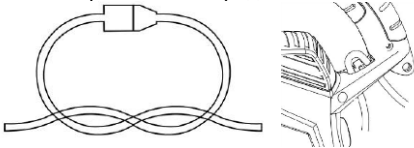

Рисунок 2.
- переконайтесь у відповідності мережевого подовжувача запланованим роботам. Для робіт на вулиці подовжувач повинен мати вологозахисне виконання. Для подовжувачів довжиною до 15 метрів жили повинні мати перетин 1,5 мм². Для подовжувачів довжиною більше 15 метрів, але менше 40 метрів перетин жил повинен бути не менше 2,5 мм². Завжди розмотуйте подовжувач на повну його довжину. З'єднувати подовжувач з шнуром виробу рекомендується за допомогою вилки та розетки, попередньо склавши шнури вузлом з фіксацією на рукояті виробу (див. рис. 2).